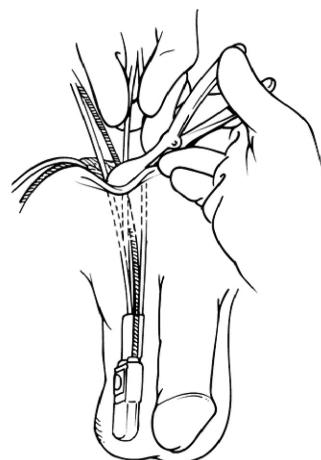

Figura 4-11. Coloque la bomba en la bolsa
19. Coloque la bomba en la bolsa escrotal con el botón de desactivación hacia el exterior, de forma que pueda tocarse. (**Figura 4-11**)